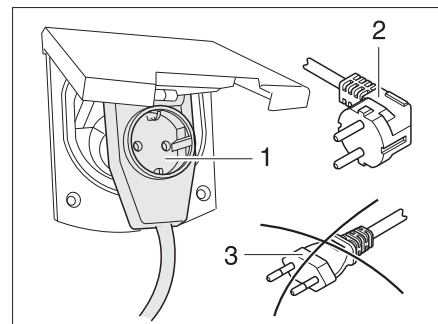

Bild 95 Anschluss an eine Winkelkupplung mit Steckdose
- ▶ Bei Verwendung einer CEE 17 Winkelkupplung mit rückseitig eingebauter Steckdose (Bild 95,1) nur einen gummiierten und versiegelten IP 44 Stecker mit Schutzkontakt (Bild 95,2) verwenden. Keine Stecker ohne Schutzkontakt (Bild 95,3) verwenden. Gefahr eines Stromschlages!